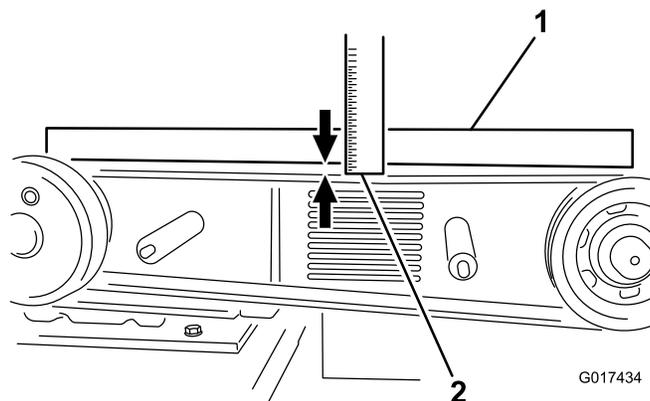

Figure 18
6. Posez une règle en travers des poulies d'embrayage et du volant, serrez le boulon de tension de la courroie de sorte à obtenir une flèche de 1 cm (0,40") lorsqu'une pression de 6,8 kg (15 lb) est exercée au centre du brin (si vous retendez une courroie en cours d'utilisation) ou lorsqu'une pression de 8 kg (18 lb) est exercée si la courroie est neuve (Figure 18).